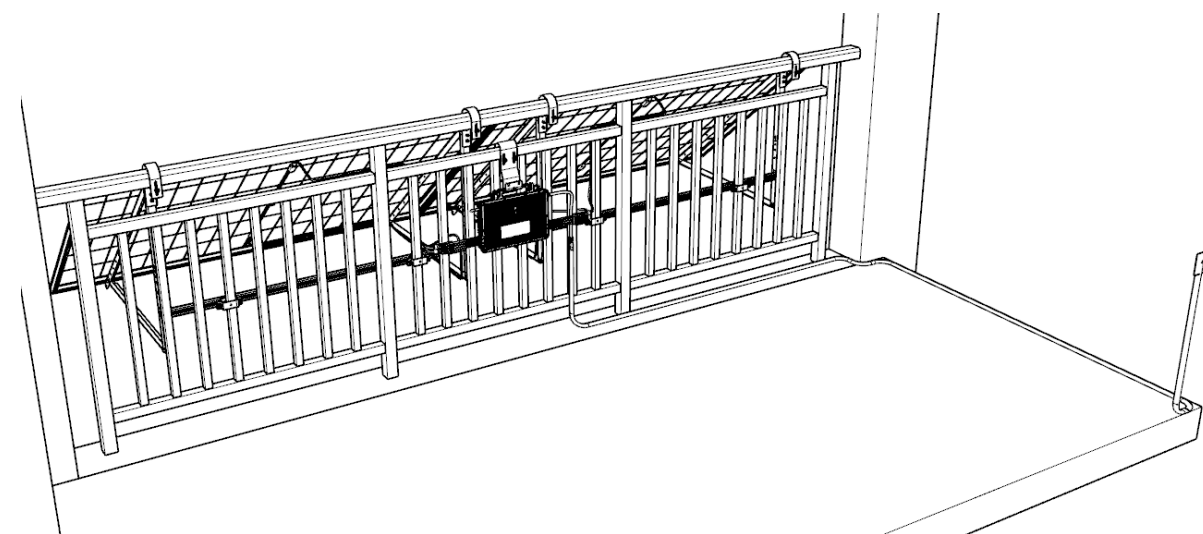

FIGURE 6-2
② Connectez la sortie CA du micro-onduleur directement à la prise domestique. L'installation est terminée, comme le montre la figure 6-2."